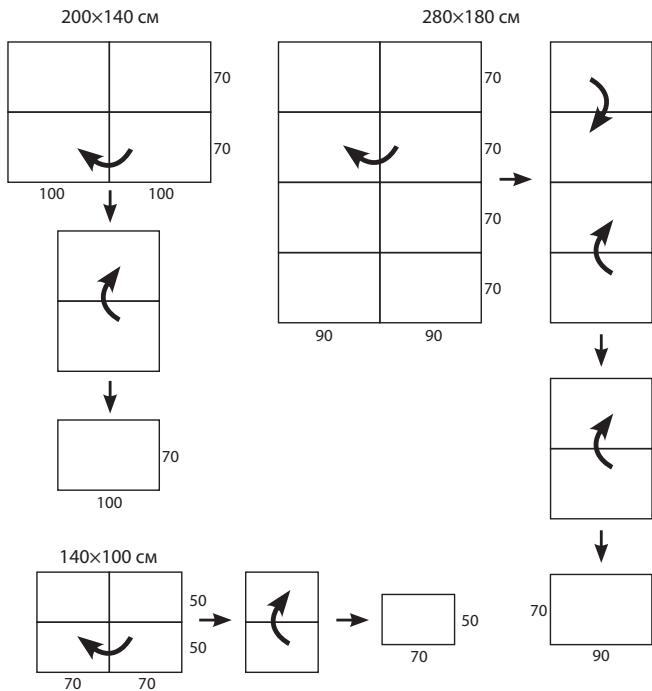

Рис. 2. Последовательность складывания нагревателей 200x140 см, 280x180 см и 140x100 см
5. Перед тем, как убрать нагреватель для длительного хранения, удалите загрязнения с помощью бытового пылесоса для «сухой» уборки. Затем правильно сверните нагреватель строго в той последовательности, которая указана на Рис. 2 и уложите в коробку для хранения.